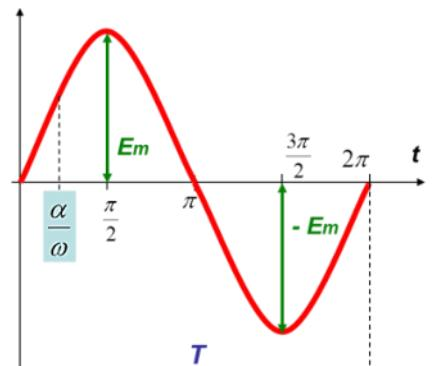

рис.3
1. *Период* T (рис.3) – время, в течение которого происходит весь цикл изменения переменных ЭДС, тока или напряжения; измеряется в секундах (с).
4. *Амплитудные значения* тока I_m , напряжения U_m , эдс E_m (рис.3) – максимальные значения мгновенных величин тока, напряжения и ЭДС.